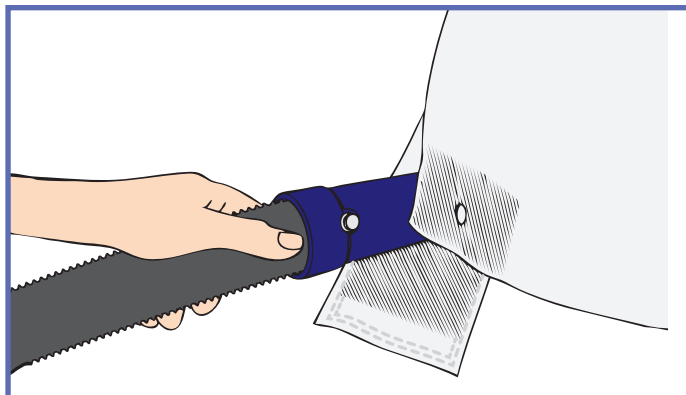

Fig. 2
- 1) Koble luftslangen fra *Maxi Air*-luftforsyningen til koblingen på venstre eller høyre side i fotenden av *Maxi Air*-madrassen, se "Fig. 2".